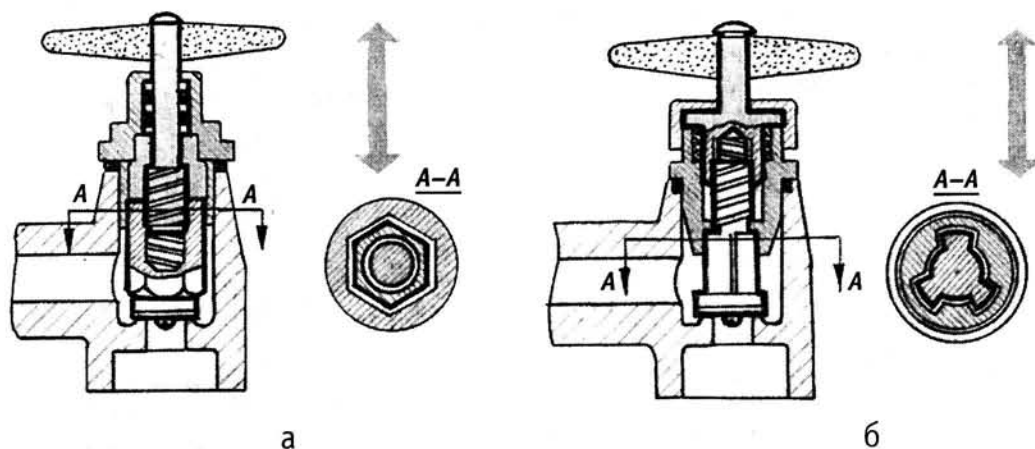

Рис. 1-1-2. Классификация вентильных головок с возвратно-поступательным движением шпинделя (схемы):
- б) с возвратно-поступательным движением шпинделя (рис. 1-1-2);